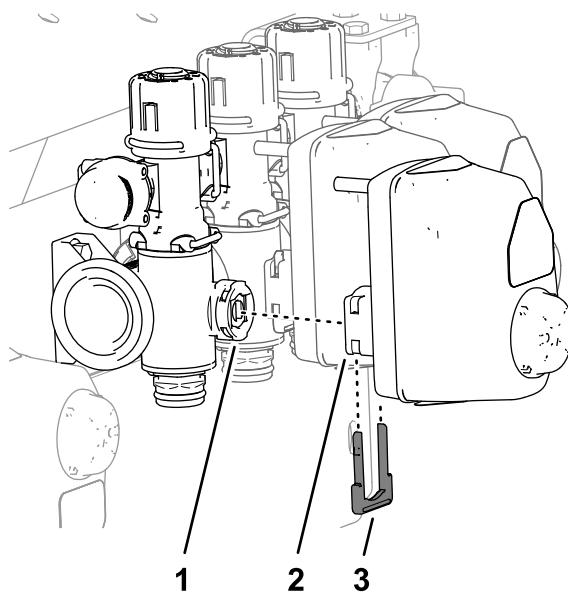

Figura 48
1. Rimuovete il fermo che fissa l'attuatore alla valvola del collettore del gruppo valvola della sezione (Figura 48).
3. Togliete l'attuatore dalla valvola del collettore (Figura 48).